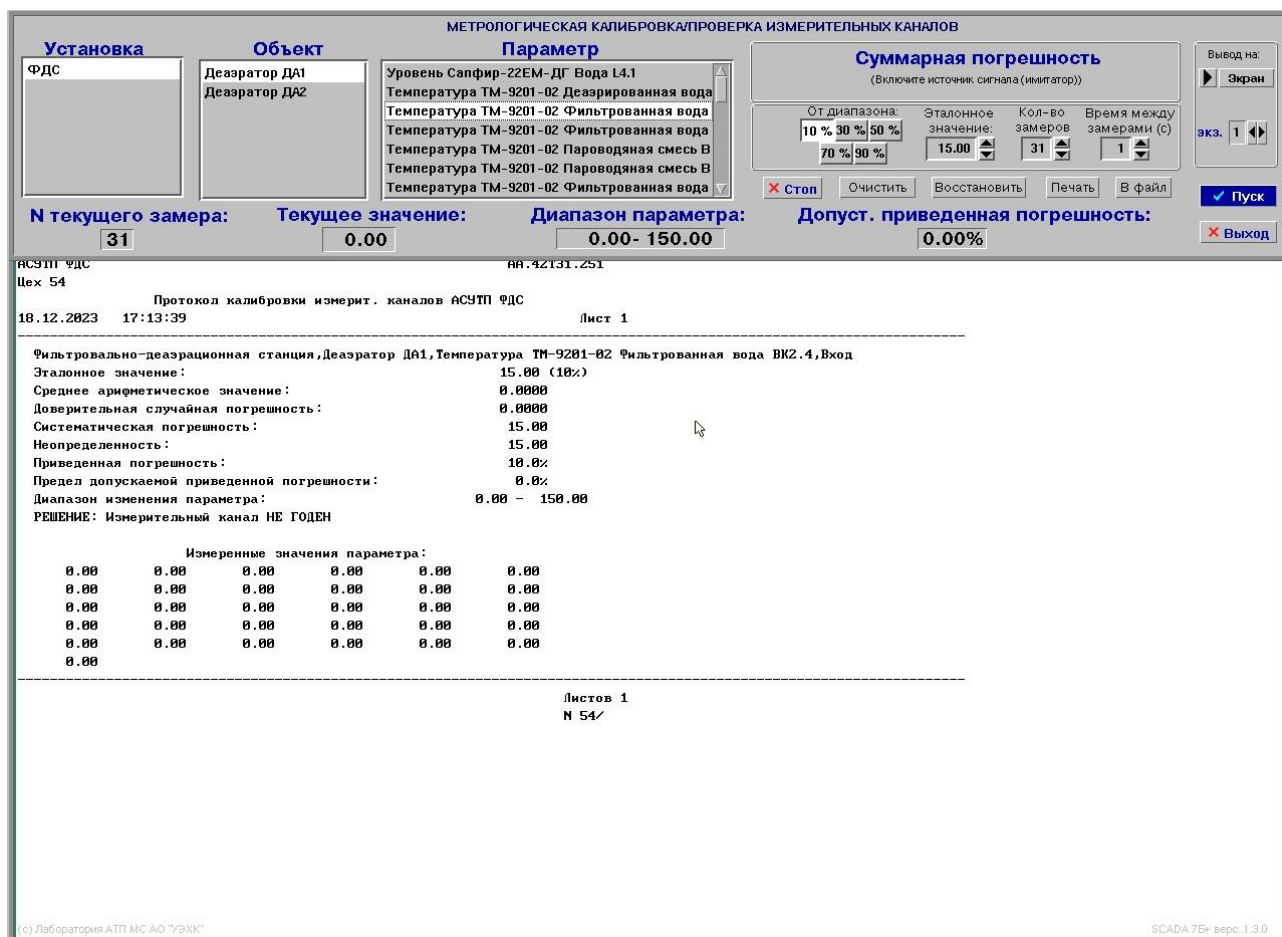

Рисунок 21 - Окно метрологии технологических параметров
7.18.2 После выбора данной темы на экране дисплея отобразится окно диалога задачи (пример, см. рис. 21). В данном окне необходимо определить: